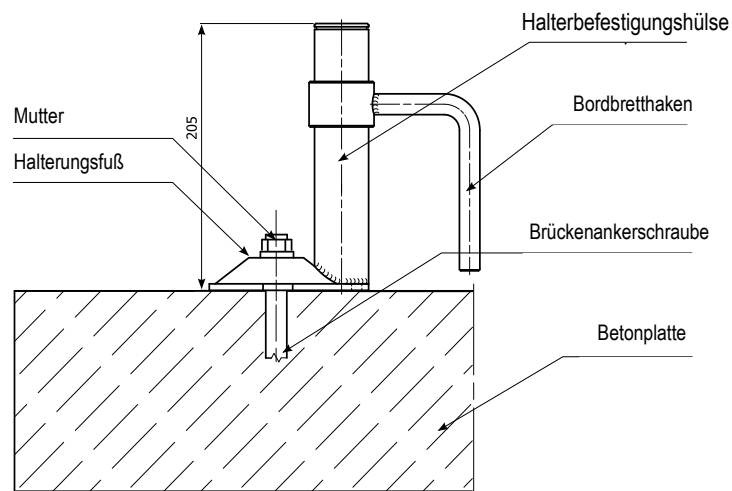

Abb. 7. Brückeneindrehhalter
1.3.7. Brückeneindrehhalter (Abb. 7)